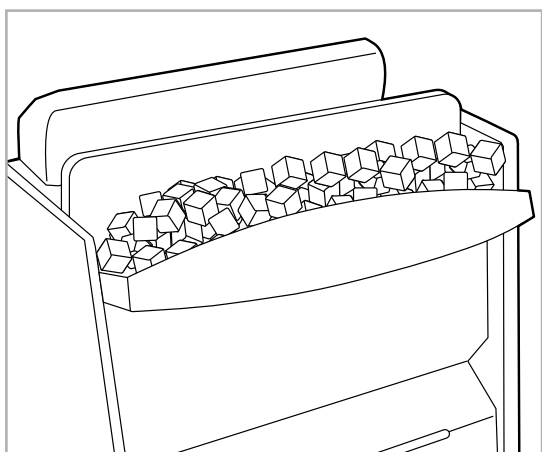

Bild 3.8
6) Vid staplandet av stenar bör man notera att **små bastustenar inte placeras bland motstånden eller på ventilationsnätet i aggregatets övre del** (se bild 3.8).